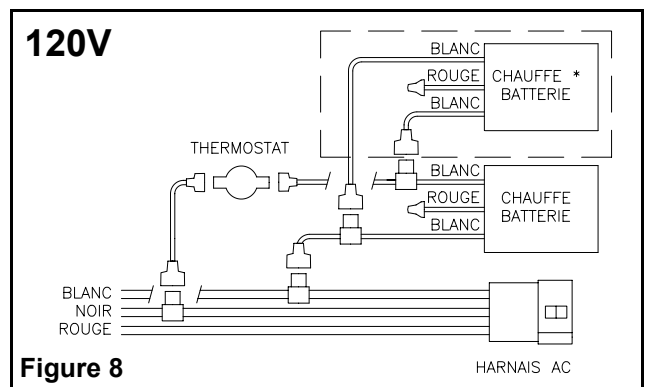
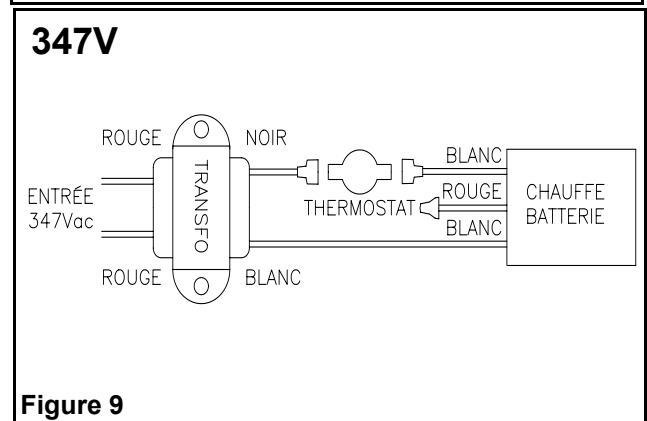

Figure 8
Figure 9
- Se référer à la figure 8 pour l'alimentation 120V C.A. et à la figure 9 pour l'alimentation 347V C.A. Utiliser les connecteurs spéciaux
**Indicateurs externes :** Alarme générale (service requis). La lampe témoin s'allumera si une condition d'alarme est détectée (voir figure 9),